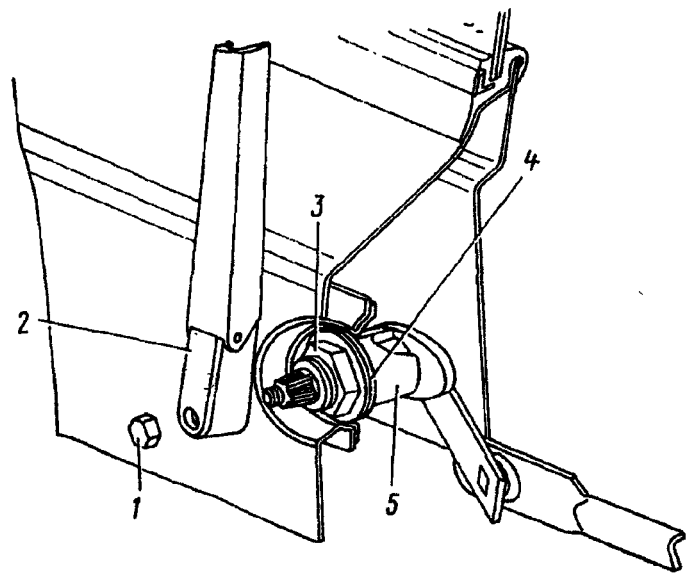

Рис. 68. Установка щеток стеклоочистителя:
3. Отверните гайки 1 (рис. 68) и снимите рычаги щеток 2 стеклоочистителя	Ключ 11 мм, отвертка
5. Отверните гайки 3 (см. рис. 68), снимите комплект шайб 4 и штуцера	Ключ 32 мм
10. Установите втулки 5 (см. рис. 68) на штуцера тяги	Ключ 10 мм
13. Установите рычаги щеток 2 (см. рис. 68) на шлицевые концы штуцеров так, чтобы щетки находились у нижней кромки ветрового окна, заверните гайки 1	Ключ 11 мм